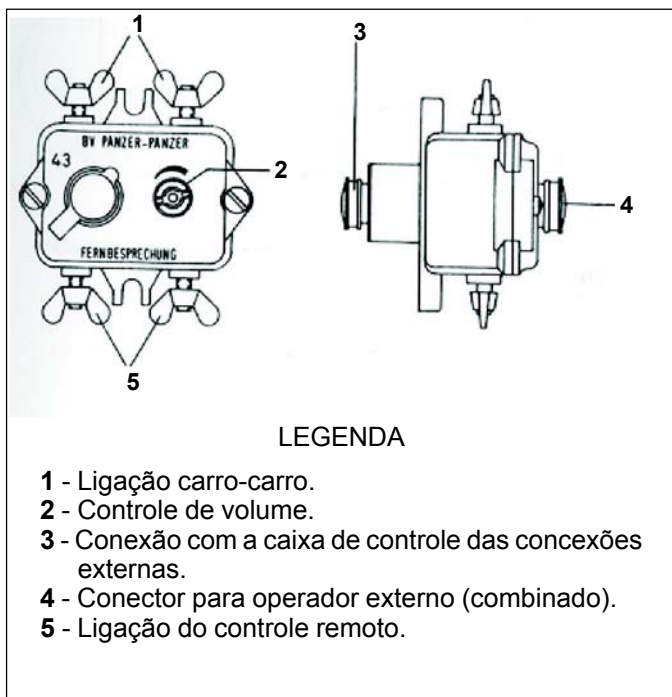

Fig 8-12. Caixa de conexões externas
**d. A caixa das conexões externas** (Fig 8-12) - Possui os conectores que possibilitam as operações previstas na letra "a".